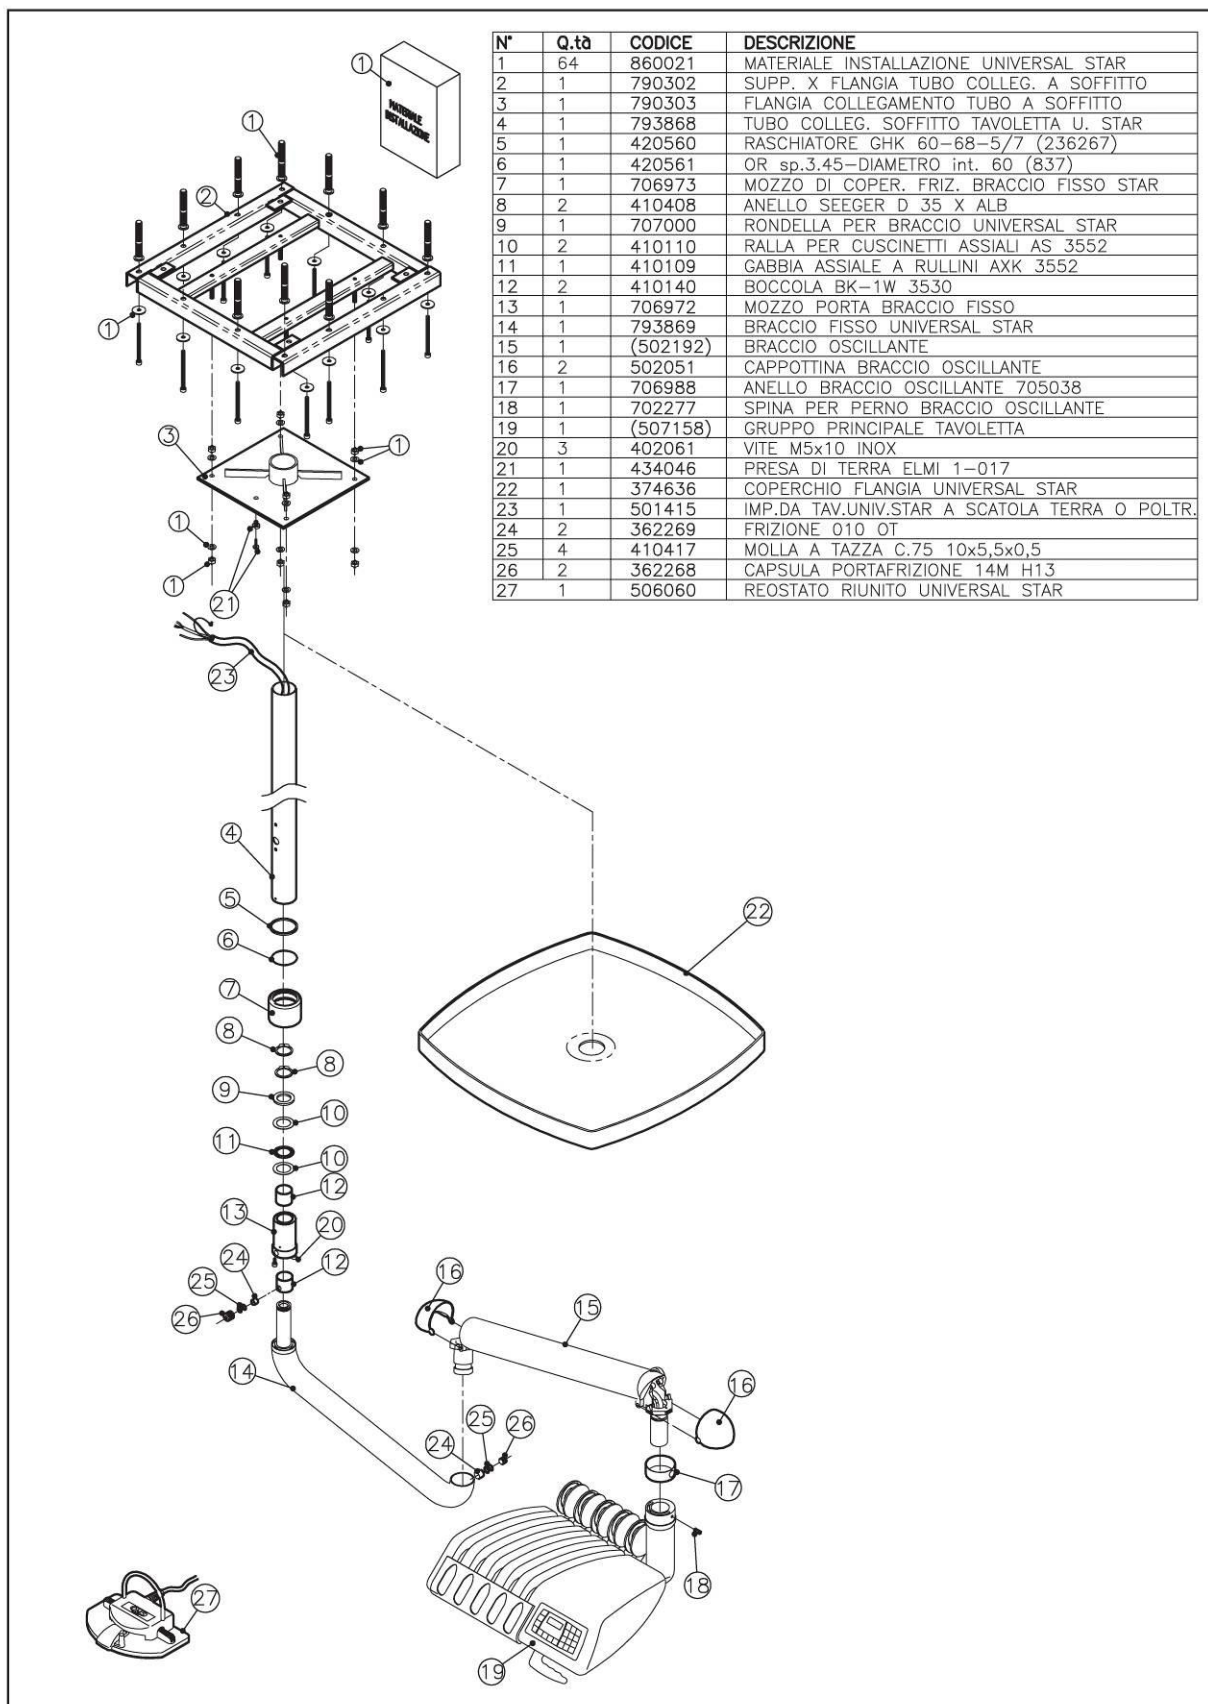
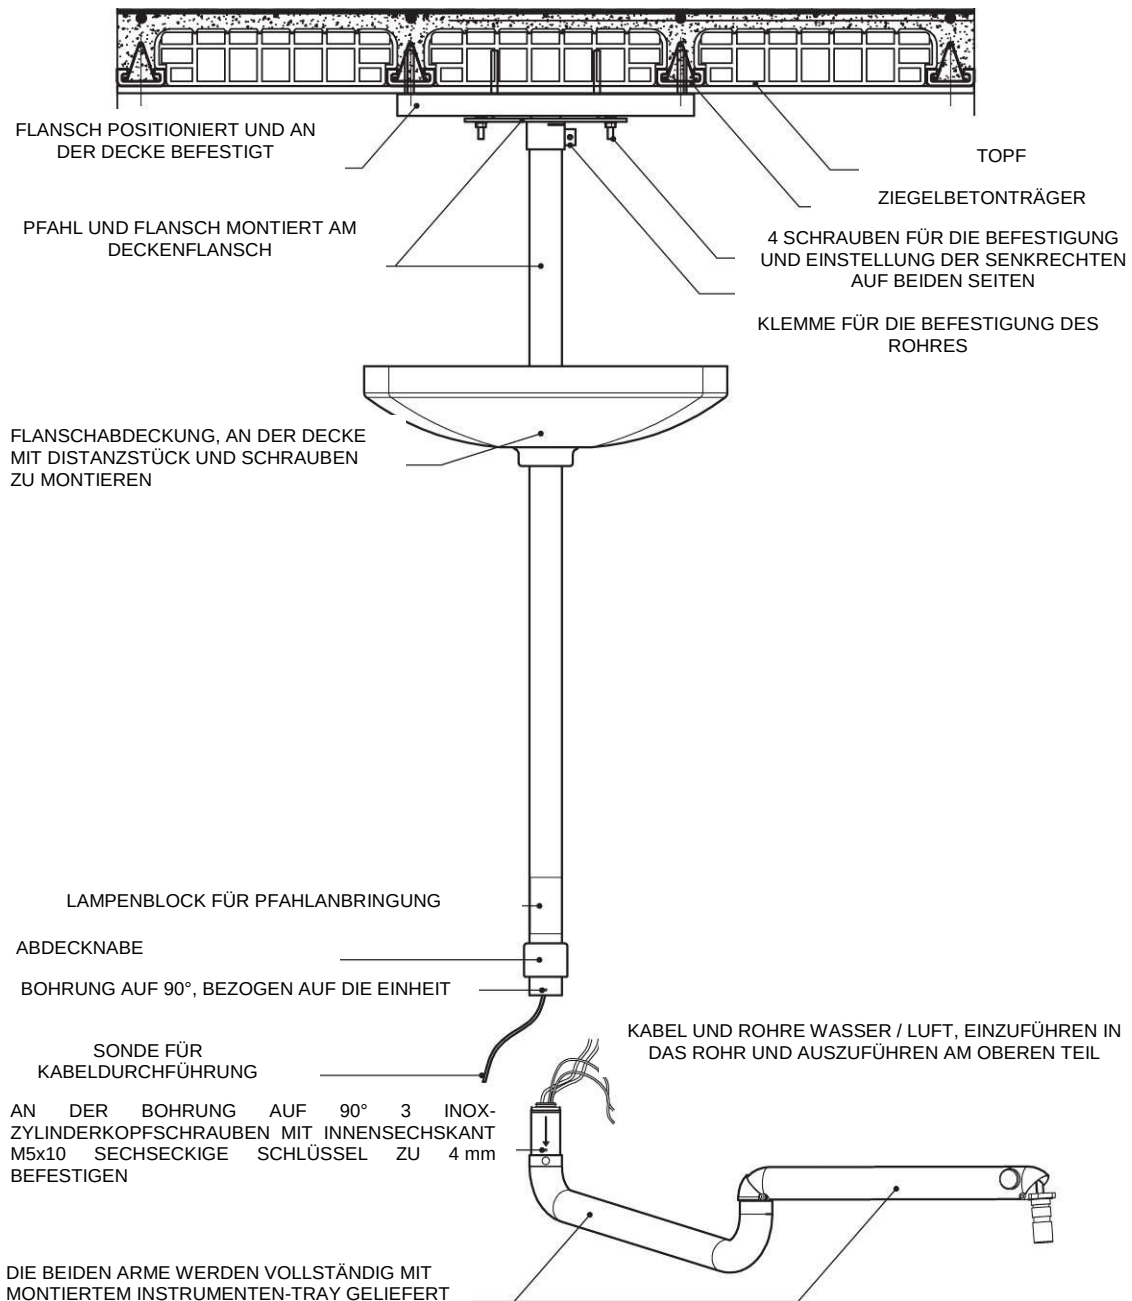

Abb. 1.
Abb. 6.
5. Nach Abschluss der Installation muss sich der Instrumenten-Tray auf der Höhe befinden, die auf **Abb. 2, 3 und 4** angegeben wird; falls das Stützrohr (4) auf **Abb. 1** erforderlich ist, muss es in Abhängigkeit von der Höhe des Befestigungspunkts an der Decke gekürzt werden.
10. Die Halterung des Deckenflansches (2) weist die Abmessungen 55 X 55 cm auf. Im Fall einer Ziegelträgerdecke ist die Verankerung an der Decke nur möglich, falls der Abstand zwischen den Betonträgern weniger als 50 cm beträgt, bei decken aus Stahlbeton gibt es keine Einschränkungen.
12. Für die Durchführung der Anlagen vom Boden zum Flansch (2) muss ein Rohr mit dem Durchmesser 40 mm im Inneren der Mauer vorhanden sein oder alternativ ein rechteckiger externer Kanal, der eine Oberfläche gewährleistet, die der eines Rohres mit Durchmesser 40 mm entspricht.
- a. Die Anweisungen auf **Abb. 6** befolgen und den Arm (14) an die Säule (4) anschließen, dabei die Ausrichtungspunkte in Übereinstimmung bringen und die Befestigungsschrauben (18) anziehen.
- a. Die Anweisungen auf **Abb. 6** befolgen.
- b. Die ersten 4 Muttern und die Schrauben auf die Schrauben des Deckenflansches (2) einsetzen.
- c. Den Säulenanschlussflansch (3) auf die Schrauben des Deckenflansches (2) einsetzen.
- d. Die Schrauben und die verbleibenden Scheiben auf den Schrauben des Deckenflansches (2) anziehen.
- e. Siehe **Abb. 1** für die korrekte Reihenfolge der Montage der zuvor beschriebenen Scheiben und Muttern.
- f. Die Ausrichtung der Säule an den Schrauben einstellen und den Flansch (3) mit den Muttern blockieren
7. Die Deckenleuchte (22) an der Decke anbringen und mit den 4 mitgelieferten Schrauben befestigen.